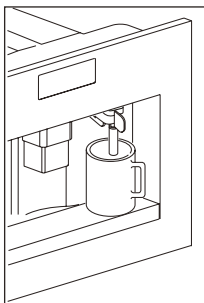

Fig. 12
- ▶ Posizionare poi una tazza sotto l’erogatore acqua calda (Fig. 12). Se l’erogatore acqua non è inserito, la macchina visualizza il messaggio “INSERIRE EROGATORE ACQUA” e quindi agganciarlo come indicato in figura 13. La macchina visualizza “ACQUA CALDA PREMERE OK”.